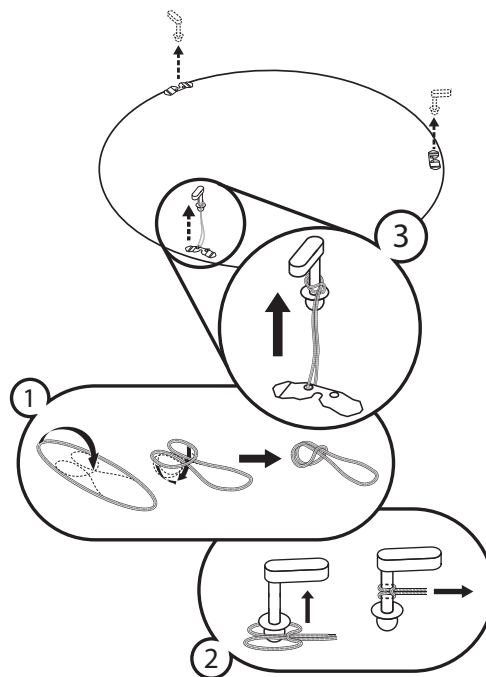

Bild 1. Donets frontplåt säkras med bifogad säkerhetslina genom en enkel ögla i ett av donets avståndsben.
- För extra säkerhet levereras produkten med säkerhetslina som ska säkras i frontplåten och ett av avståndsbenen med en enkel ögla, se **Bild 1**.